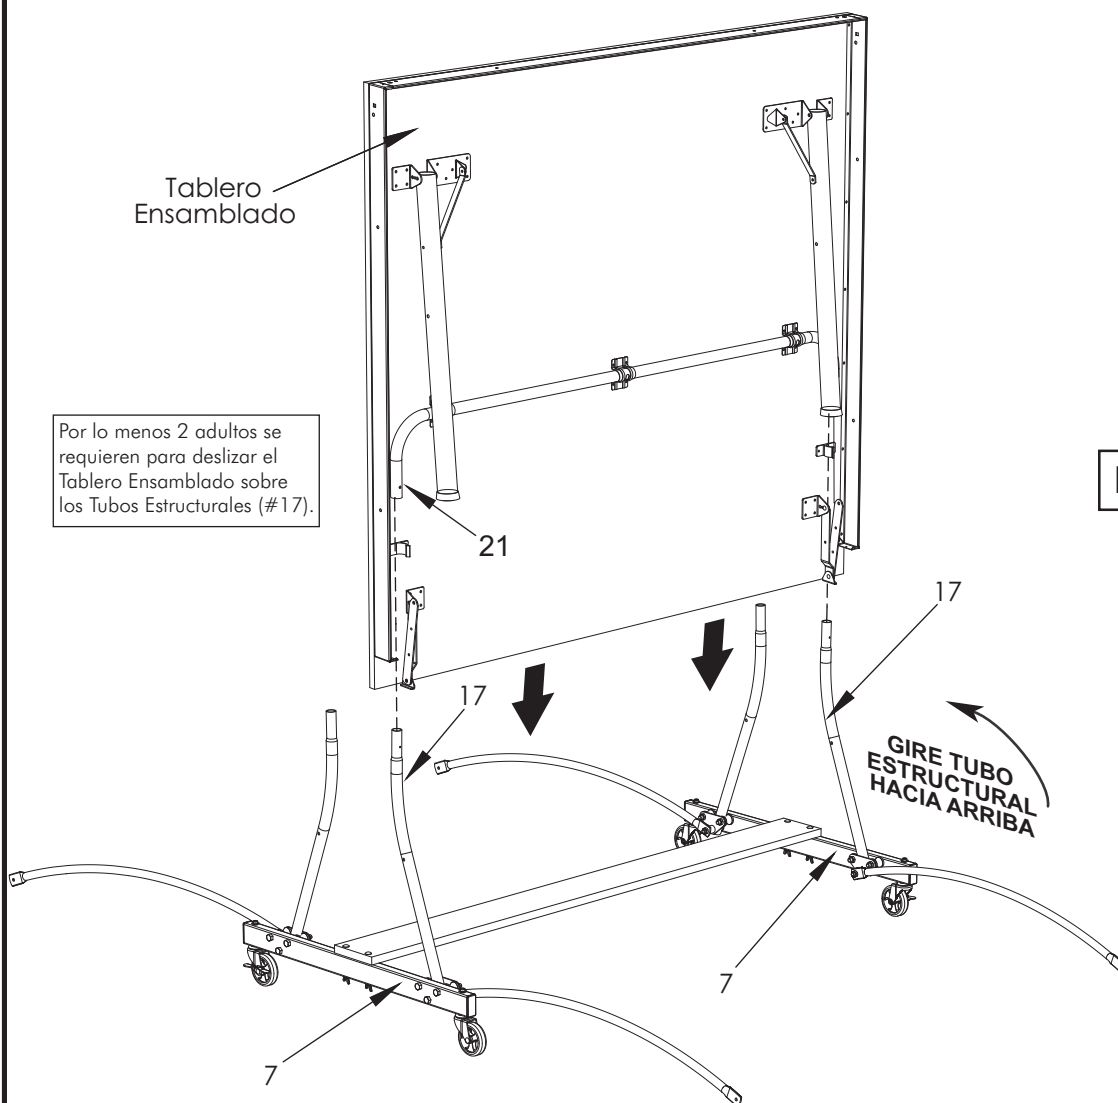

Figura 4
7. Una el Tablero Ensamblado a la base (que usted ensamble anteriormente siguiendo los pasos 1 y 2), como está mostrado en la **Figura 4**. Mueva los Tubos Estructurales (#17) hacia arriba como está mostrado; después con por lo menos un adulto en cada lado de la mesa, levante y alinee las orillas del Tubo de Soporte-U (#21) insertelos en las puntas de los Tubos Estructurales (#17) en los Carriles con Llantas (#7) como están mostrados en la **Figura 4**. Deslice los Tubos hasta que esten juntos.